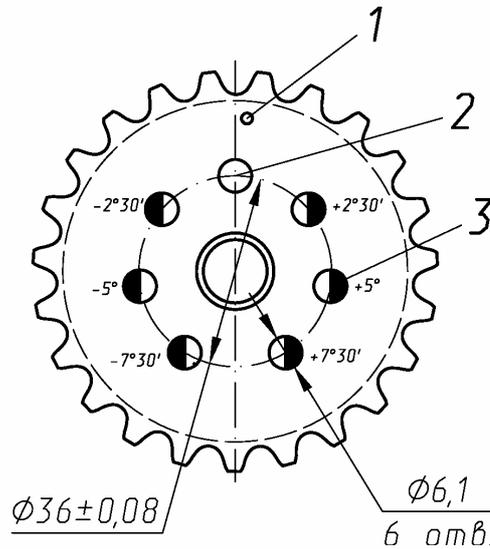

Рисунок 48 – Звездочка распределительного вала с дополнительными отверстиями:
5. По установленному на звездочку кондуктору в каждой звездочке просверлить шесть дополнительных отверстий 3 (Рисунок 48) $\varnothing 6,1$ мм с угловыми смещениями $2^{\circ}30'$, $5^{\circ}00'$ и $7^{\circ}30'$ от номинального положения заводского отверстия 2, расположенного по оси симметрии одной из впадин зубьев звездочки. При этом три дополнительных отверстия, смещенные от оси симметрии впадины зубьев по часовой стрелке, плюсовые, три других, смещенные против часовой стрелки, - минусовые, если смотреть на звездочку со стороны метки 1.